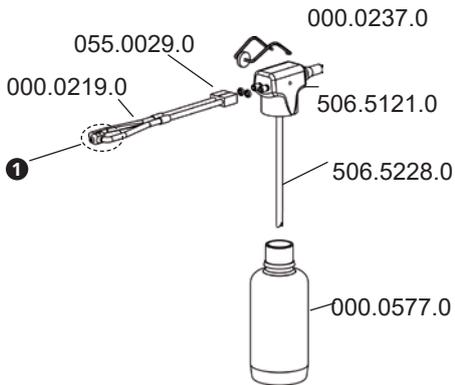
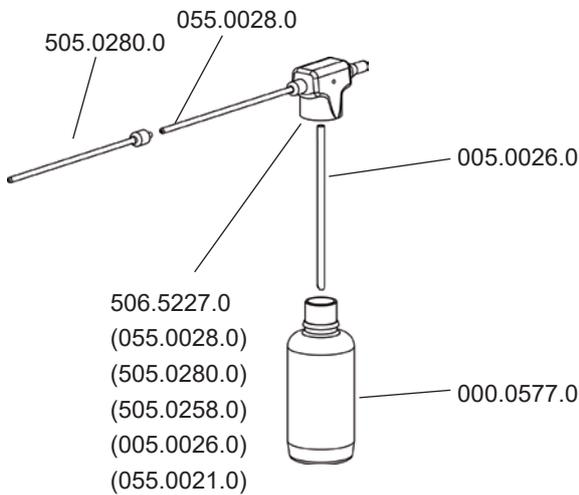

Bild 29. Medikamentenzerstäuber 506.5120.0
Bild 30. Medikamentenzerstäuber 506.5225.0
- Medikamentenzerstäuber zerlegen (Bild 29, 506.5120.0; Bild 30, 506.5225.0) und alle Teile gründlich unter fließendem Wasser abspülen. Es kann auch ein Spülmittel (Detergens) oder Reinigungsmittel zu Hilfe genommen werden.
- ☞ Achten Sie beim Wiederaufsetzen der Doppelrohrdüse darauf, dass sich die Kennzeichnung (0, X oder Fräsfläche, 1, Bild 29) auf der Düse oben befindet.